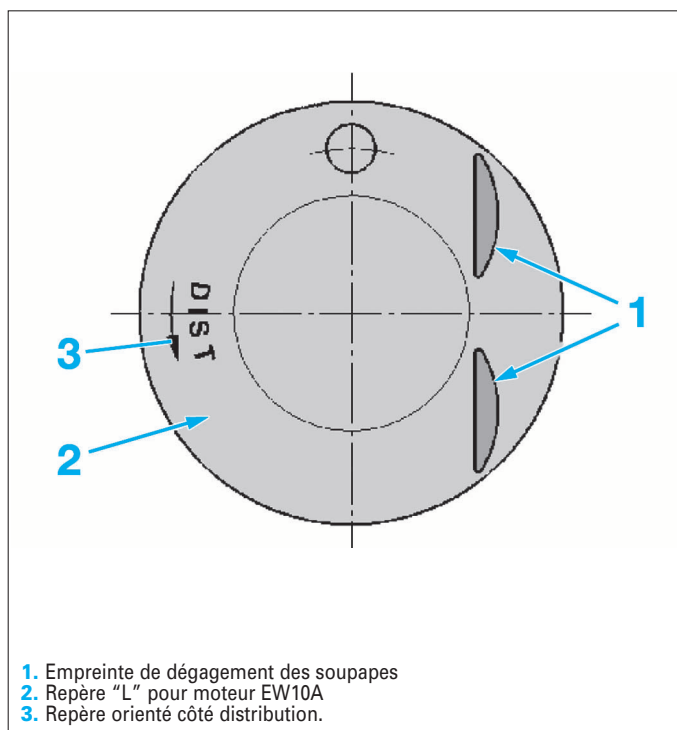

FIG. 19
Un repère (3) est marqué sur la tête du piston qui représente le sens de montage et est dirigé côté distribution (Fig.19).